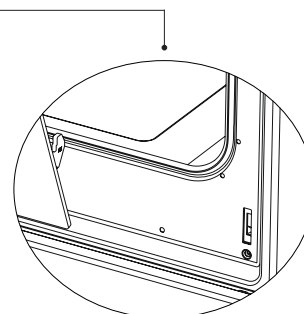

Figura 15.2
4. Para desmontar la puerta del horno, cuando esté casi cerrada tire de ella hacia arriba sujetándola con ambas manos para separarla (como en la figura 15.2).